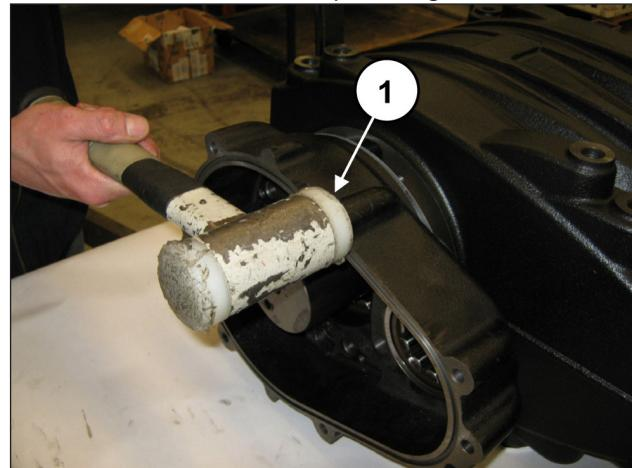

Fig. 65
Montare la scatola riduttore (e relativa guarnizione) utilizzando una massa battente (pos. ①, Fig. 65).